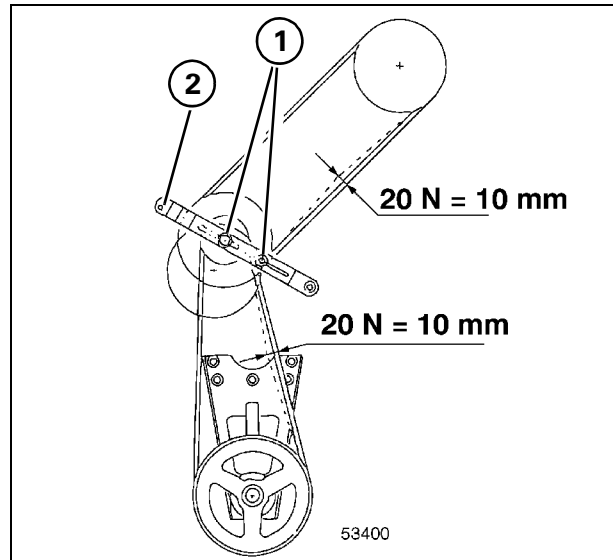
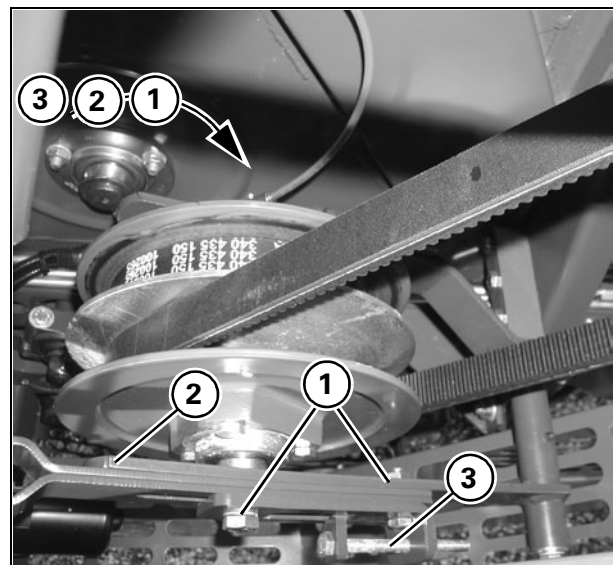

Рис. 29
Рис. 30
26.)РЕМЕННОЙ ПРИВОД ВАРИАТОРА ВЕНТИЛЯТОРА - Рис. 29 и Рис. 30